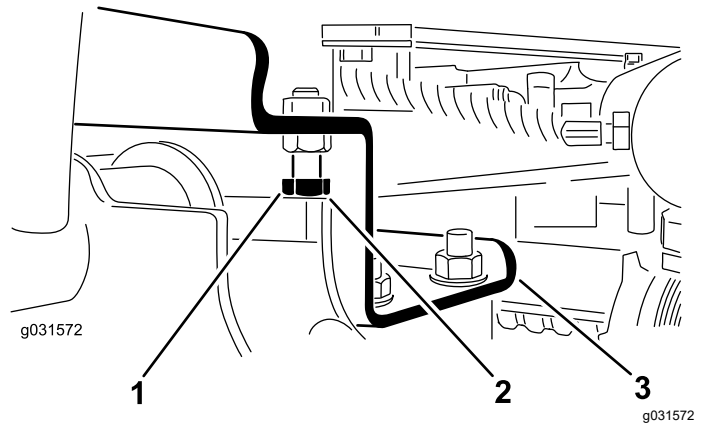

Bild 12
- A. Drehen Sie die Anschlagsschrauben heraus (Bild 12).
2. Stellen Sie sicher, dass der Abstand zwischen jedem Hubarm und der Anschlagsschraube zwischen 0,13 mm und 1,02 mm liegt, siehe (Bild 12).